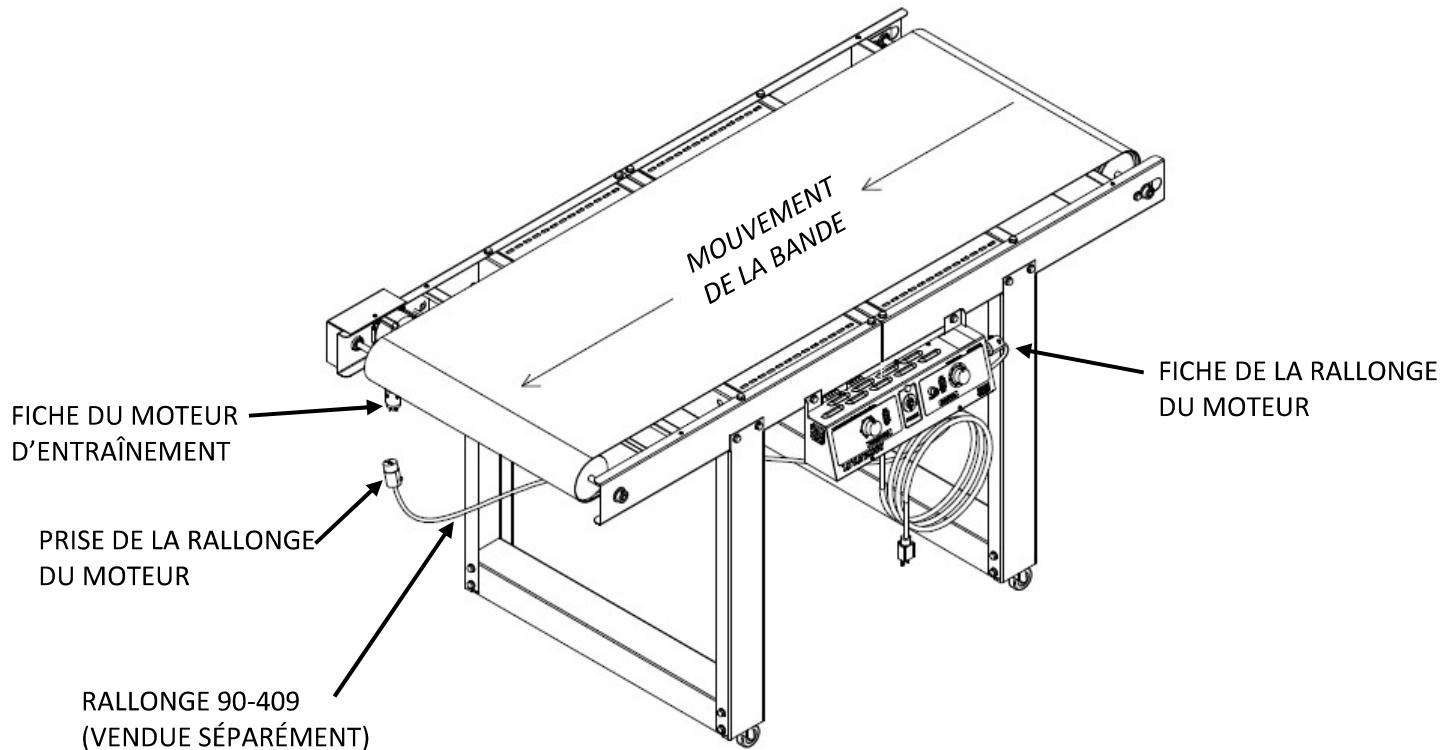

**Figure 8**
3. Insérez le **COLLIER DE DÉPART D'ÉCHAPPEMENT** dans le trou situé en haut de la **CHAMBRE DE CHAUFFE** (voir **Figure 8**). Une fois en place, pliez les languettes à la base du **COLLIER** vers l'extérieur pour le fixer. Un kit d'évacuation (LB02-EX) est disponible en option.
5. Branchez le **CORDON DE LA CHAMBRE DE CHAUFFE** dans la **PRISE** du **PANNEAU DE COMMANDE** (voir vue agrandie, **Figure 8**).